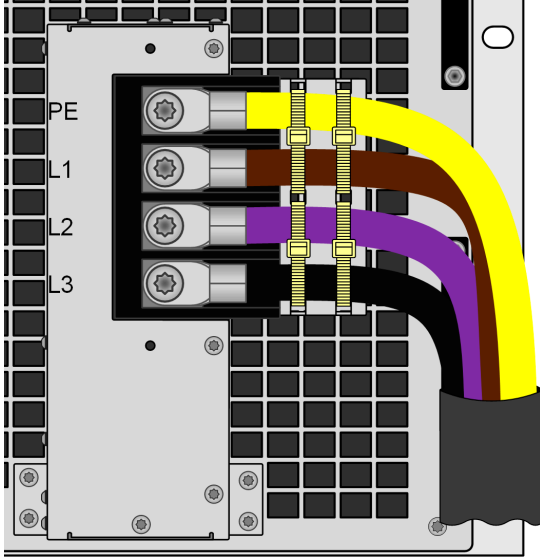

图 11 - 完整安装的固定支架
1. 如下图 11 所示, 将通向交流端子的电线水平排列在预装支架前方。